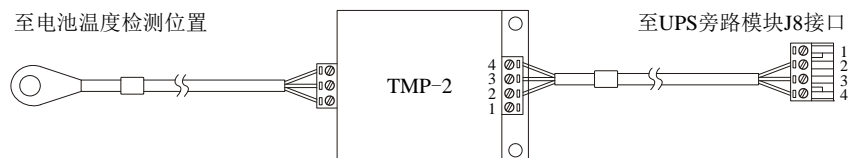

图8-1 电池温度传感器与 UPS 连接示意图
4. 将电池温度传感器电缆接至 UPS 旁路模块的 J8 接口，如图 8-1。